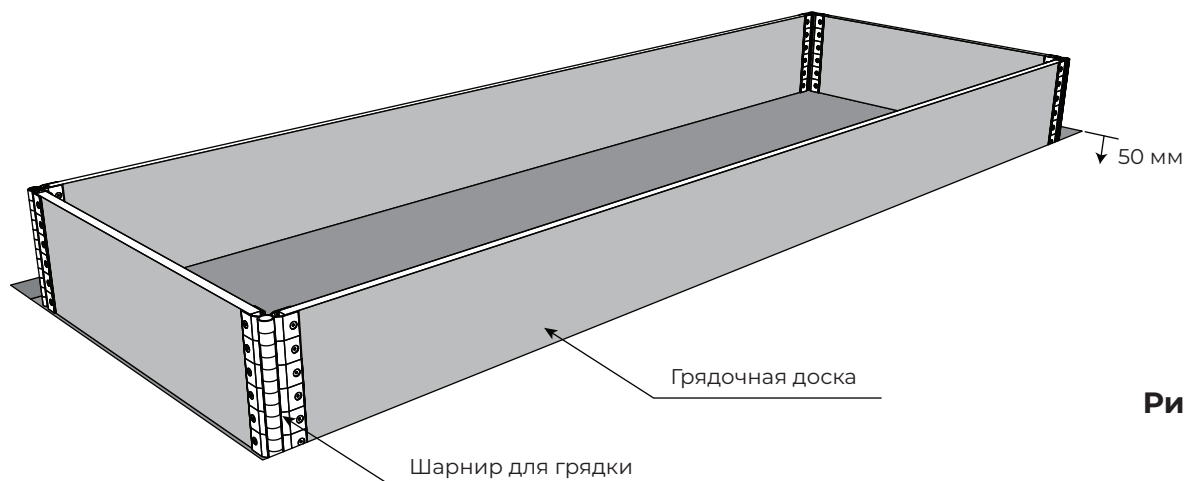

Рис. 1
1. Монтаж начинается с устройства основания под грядку. Для этого необходимо выкопать в грунте углубление по внешним размерам грядки. Глубина заложения грядки – 50 мм (рис.1). Дно углубления должно быть ровным, чтобы избежать перекоса конструкции.